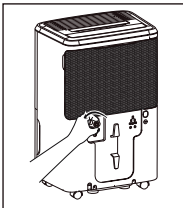

fig. 1
- b. Desatornille la tapa de drenaje en la parte posterior de la unidad. (fig. 1)